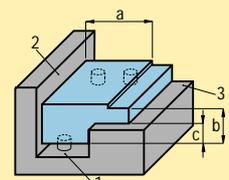

Abbildung 5a: Werkstück mit Bestimmenebene.
Um Fehler am Werkstück zu vermeiden, darf das Bestimmen auf keinen Fall zu einer Überbestimmung des Werkstücks führen. Sie liegt dann vor, wenn hinsichtlich einer Bezugsebene in einer Richtung mehr als eine Bestimmenebene (Kontaktfläche zwischen Werkstück und Vorrichtungselementen) auftritt. Bei dem in Abbildung 5a dargestellten Werkstück soll die mit den Maßen a und b festgelegte obere Aussparung planparallel zur Bezugsebene bearbeitet werden. Die Bestimmenebene (1) ist für das Maß b mit der Bezugsebene identisch. Die Bestimmenebene (2) ist für das Maß a mit der Bezugsebene identisch. Um einem Durchbiegen des Steges b-c bei der Bearbeitung vorzubeugen, wurde eine dritte Bestimmenebene (3) vorgesehen. Wird nun ein Werkstück (6) in die Spannvorrichtung (4) eingelegt